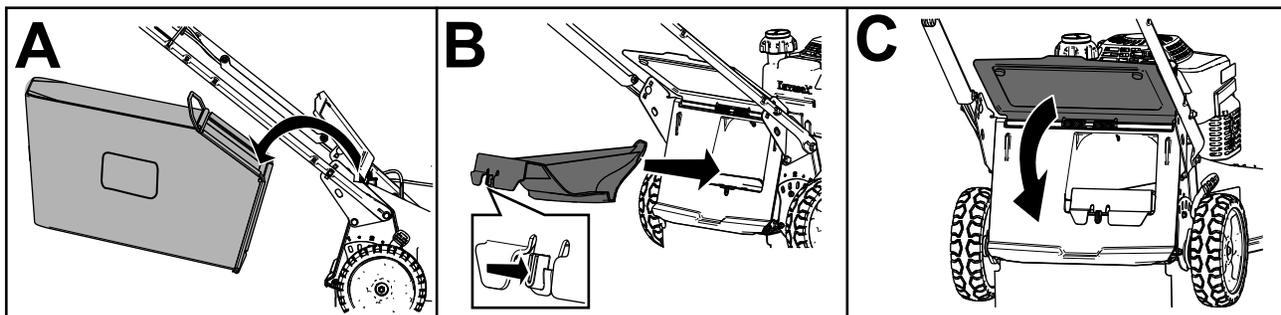

Figura 15
- Si la bolsa de recogida está instalada en la máquina, retírela (Figura 15, A).
- Si el tapón de descarga trasera no está instalado, sujételo por el asa, eleve el deflector trasero e introdúzcalo en el conducto de descarga trasera hasta que el enganche encaje en su sitio (Figura 15, B).
3. Retire la varilla de la bolsa de recogida de las muescas de la base del manillar (Figura 15, A).
4. Instale el tapón de descarga (Figura 15, B).
5. Baje el deflector trasero (Figura 15, C).